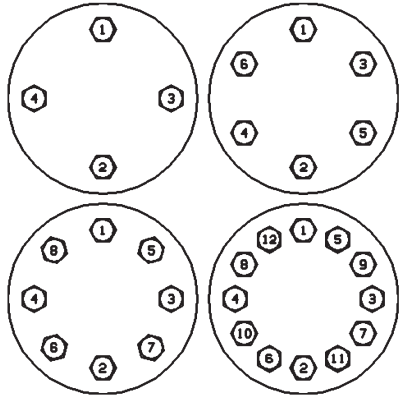

Figura 8: Secuencia de par
1. Engrase las roscas de los vástagos del cuerpo de la válvula (6) y las superficies de apoyo de las tuercas del cuerpo (7).
2. Monte las tuercas del cuerpo (7) en los pernos del cuerpo (6) manualmente y apriete a mano de manera uniforme para que las partes internas se mantengan en su lugar. La cara del casquete o de la brida del casquete debe ser paralela a la superficie superior del cuerpo de la válvula.
3. Apriete las tuercas del cuerpo (7) de manera uniforme aplicando el torque en los incrementos y las secuencias como se define en la Tabla 2 y la Figura 8.